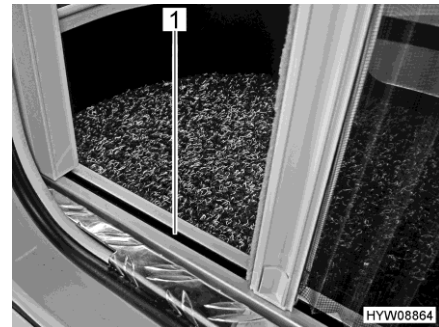

Bild 39 Insektenschutz (untere Füh-
- ▷ Griffleiste beim Schließen und Öffnen mit beiden Händen greifen. So verringert sich das Risiko, dass der Insektenschutz in den Führungen (Bild 39,1) verkantet.